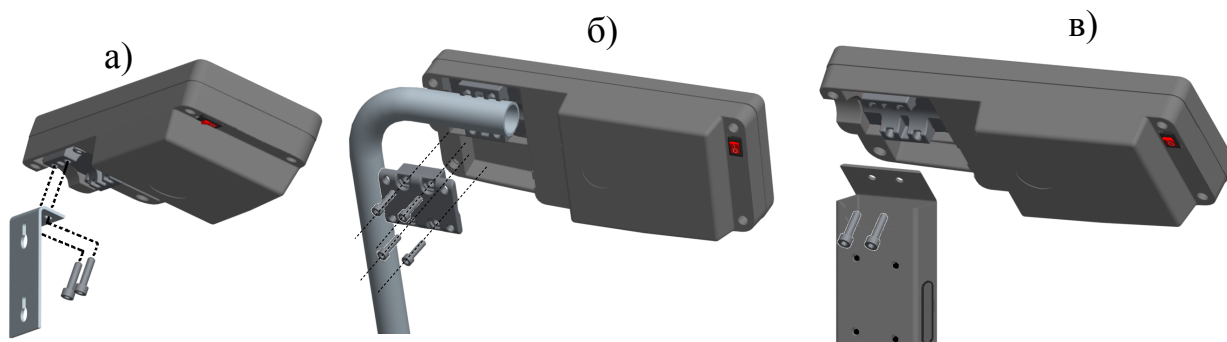

Рис. 5.4 - Варианты крепления терминала:
Привинтить к терминалу кронштейн, Рис. 5.4 а. Установить терминал в удобном для работы месте.
Установить терминал на стойку Рис. 5.4 б).
- Установить терминал на стойку Рис. 5.4 в).
- Установить терминал на стойку Рис. 5.4 в.